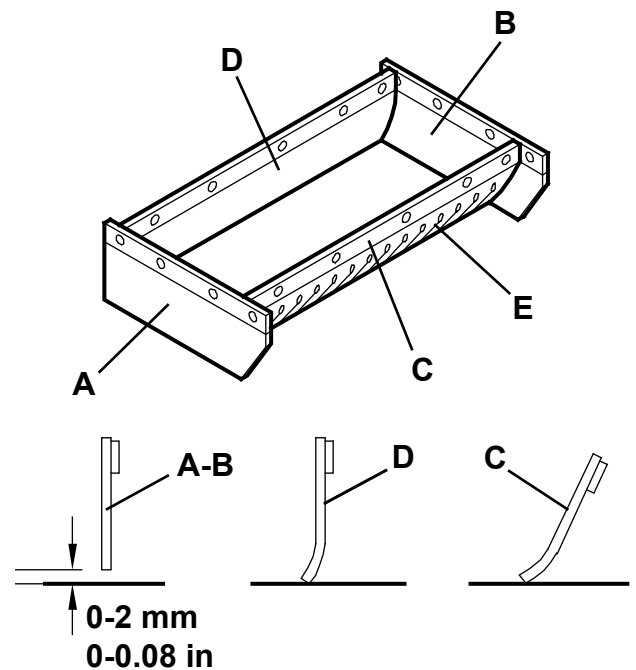

Abbildung 11
2. Hauptschalter (1) auf 0 stellen.
3. Überprüfen, ob die Bodenfreiheit der seitlichen Schmutzfangklappen (A und B, Abb. 11) zwischen 0 und 2 mm beträgt.
4. Überprüfen, ob die vordere und die hintere Schmutzfangklappe (C und D, Abb. 11) leicht auf dem Boden schleifen. Prüfen, ob die Schmutzfangklappen unversehrt sind und weder Schnitte noch Risse aufweisen, die die Saugfähigkeit des Geräts beeinträchtigen können. Es ist zu beachten, dass die vordere Schmutzfangklappe charakteristische senkrechte Schnitte (E) aufweist. Falls erforderlich, die vordere und/oder hintere Schmutzfangklappe austauschen (siehe Service-Anleitung).